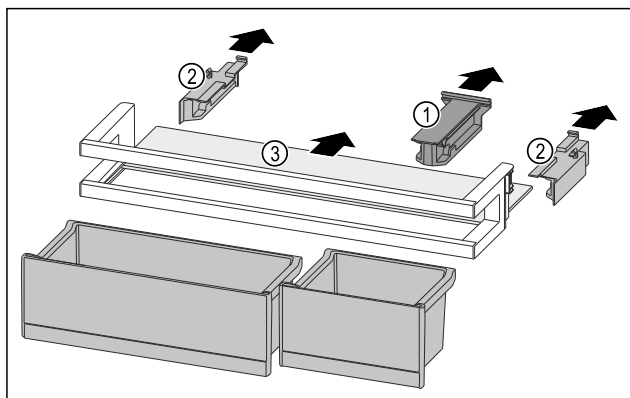

Fig. 248
- Hiqni pjesën mbajtëse Fig. 248 (1).
- Hiqni pjesët anësore Fig. 248 (2).
- Hiqni raftin mbajtës Fig. 248 (3).